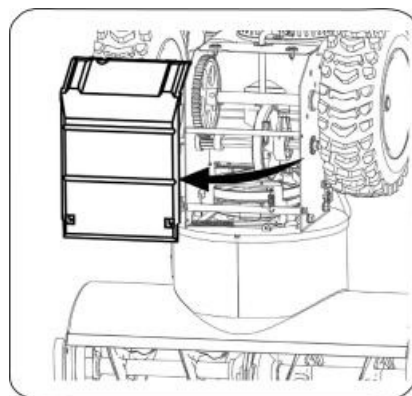

Рисунок 28
2. Осторожно повернуть снегоуборщик вверх и вперед так, чтобы он опирался на кожух шнека. Снять крышку рамы с нижней стороны снегоуборщика, отвернув четыре крепящих его самореза (см. рис. 28).